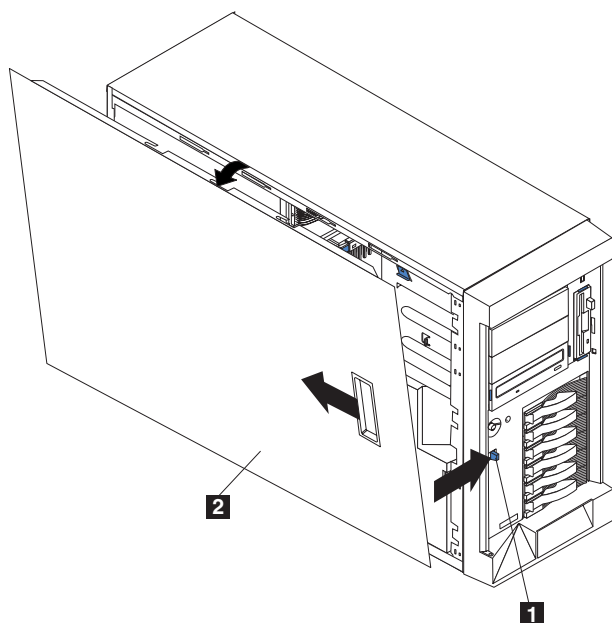

図 28. モデル 25T のカバーの取り外し
3. エンジン前面のプラスチックのカバー解放ラッチを、図 28 に示された方法で押して、カバーを取り外します。